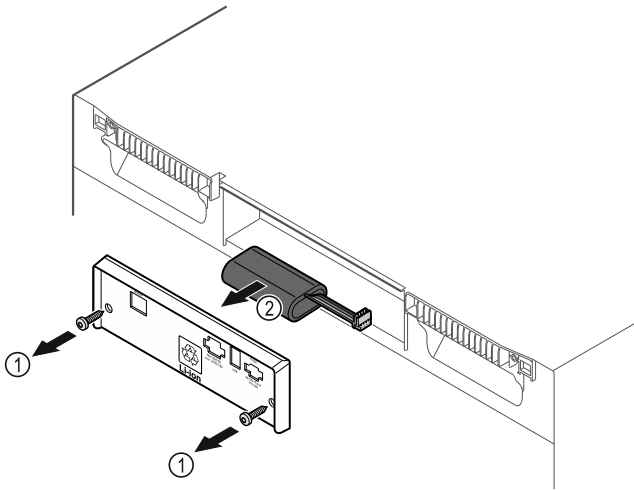

Fig. 180
- ▶ Ξεβιδώστε τις βίδες και αφαιρέστε το κάλυμμα στην πίσω πλευρά της συσκευής Fig. 180 (1).
- ▶ Αποσυνδέστε και τραβήξτε έξω την μπαταρία Fig. 180 (2).